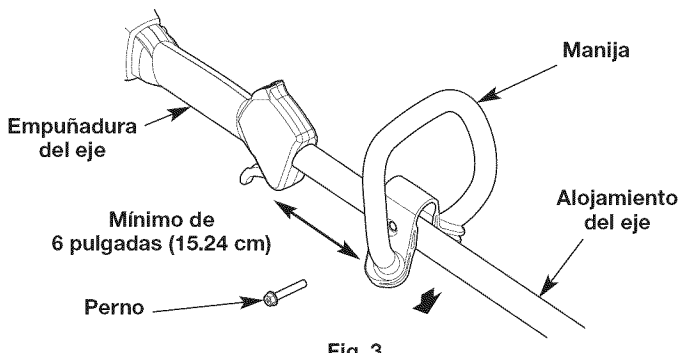

Fig. 3
1. Oprima la manija hacia abajo sobre el alojamiento del eje (Fig. 3). El orificio del perno de la manija debe quedar a la derecha.
2. Inserte el perno en el orificio del perno y oprímalo para que pase a través de él (Fig. 3). Apriete el perno con una llave tubular de 3/8" pero no apriete por completo.
3. Mientras sujeta la unidad en la posición de funcionamiento (Fig. 10), desplace la manija hasta la ubicación que le ofrece el mejor agarre. Ubíquela como mínimo a 6 pulgadas (15.24 cm) del extremo de la empuñadura del eje (Fig. 3).
1. Afloje el perno con una llave tubular de 3/8" (Fig. 3).
2. Mientras sujeta la unidad en la posición de funcionamiento (Fig. 10), desplace la manija hasta la ubicación que le ofrece el mejor agarre. Ubíquela como mínimo a 6 pulgadas (15.24 cm) del extremo de la empuñadura del eje (Fig. 3).